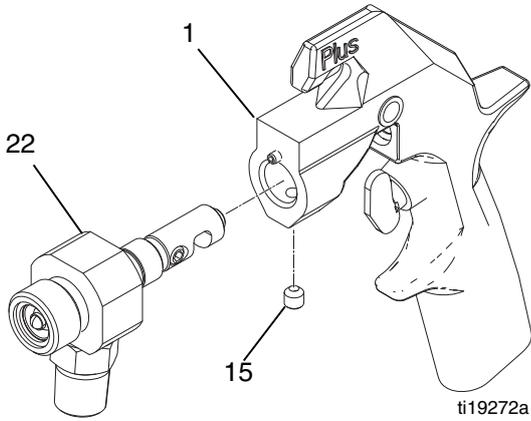

FIG. 8
5. Afloje el tornillo de fijación (15) y luego extraiga el alojamiento del fluido (22) del cuerpo de la pistola (1). Consulte la FIG. 8.